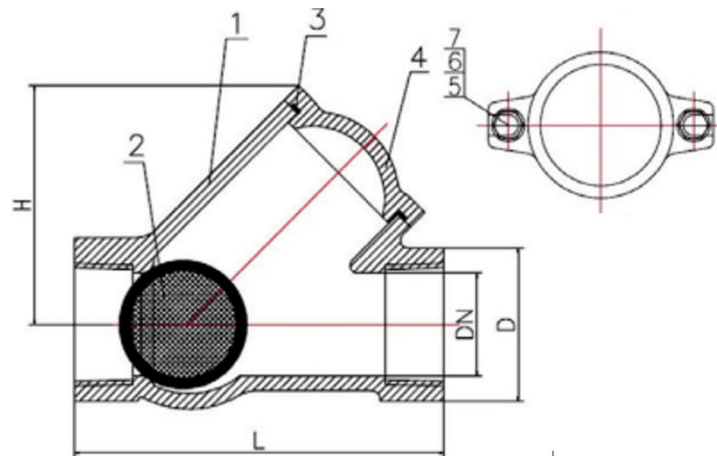

Рис.1 Клапан обратный шаровый муфтовый.
Таблица №2. Спецификация материалов обратных шаровых клапанов (Рис.1)
Таблица №3. Габаритные размеры обратных шаровых клапанов в мм Рис.1.
- 3.1. Обратный шаровой клапан (Рис.1) состоит из чугунного корпуса (1) с крышкой (4). Запорным элементом клапана является чугунный шар (2), покрытый для большей надежности затвора слоем резины (EPDM).